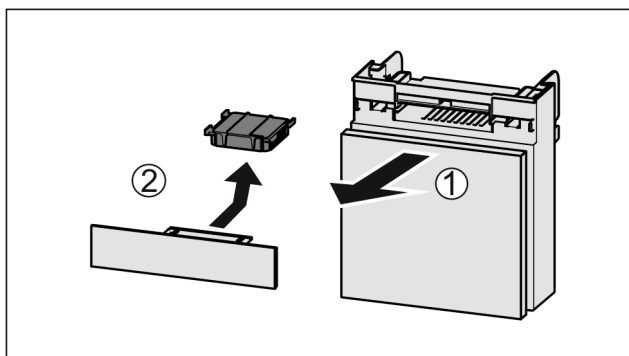

Fig. 114
- Træk rummet fremad Fig. 114 (1).
- Tag aktivkulfilteret Fig. 114 (2) ud.